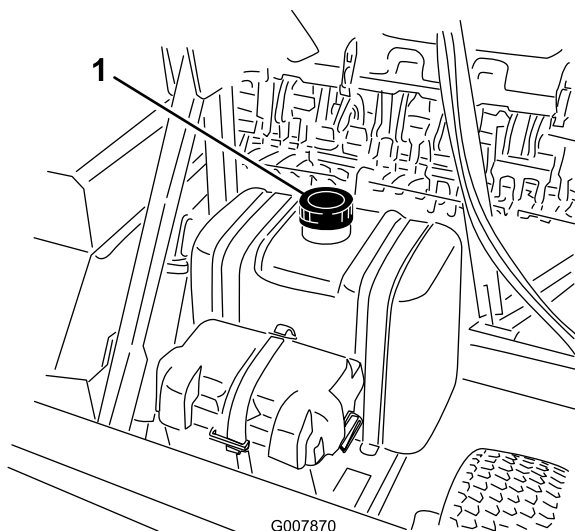

Figura 28
2. Limpe a zona em redor da tampa do depósito de combustível e retire a tampa (Figura 28).